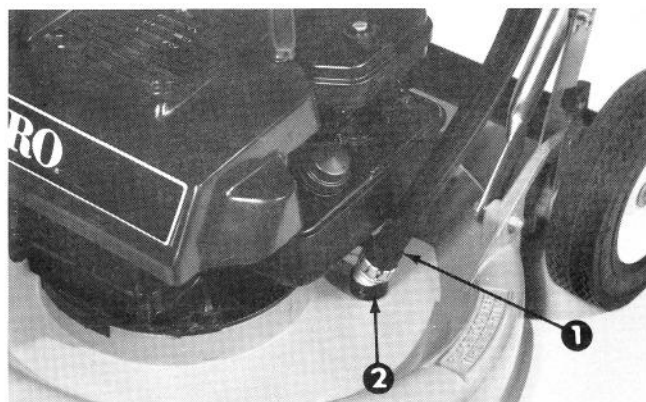

Figure 14
3. Mettez le moteur en marche. Insérez le bout du tuyau, sans la lance, dans l'orifice de lavage (Fig. 14). Utilisez une pression d'eau moyenne, laissez